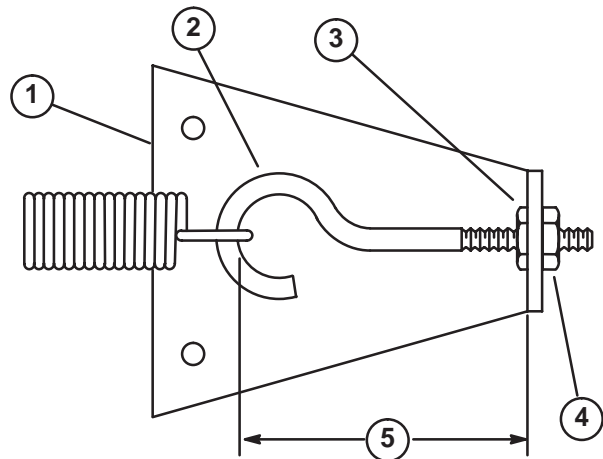

Figura 65
4. Rode no sentido dos ponteiros do relógio até que a distância entre o interior do circuito do parafuso com olhal e o interior da placa do fixador da mola seja reduzida para 3 mm, como indicado na Figura 65. Aperte a porca sextavada.